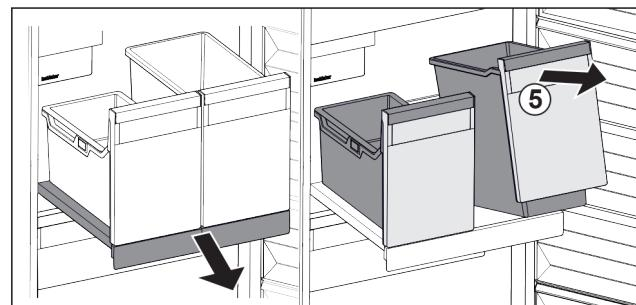

Fig. 23
- Nádobu Fig. 23 (5) vpředu nadzvedněte.